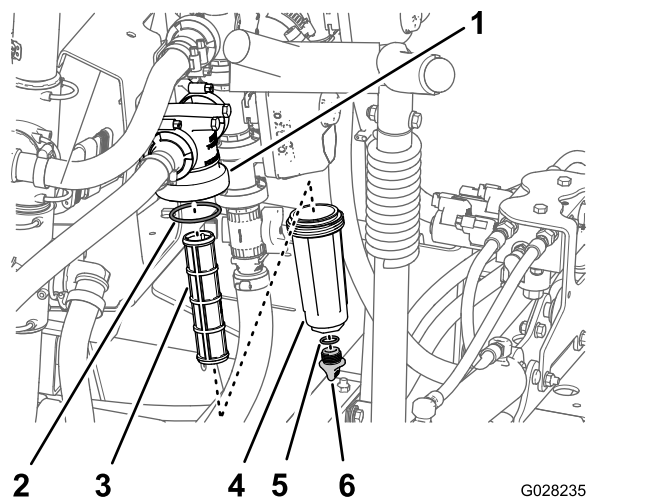

Figura 109
3. Rotiți bușonul de golire în sens invers acelor de ceasornic și îndepărtați-l de la vasul filtrului de presiune (Figura 109).
4. Rotiți vasul în sens invers acelor de ceasornic și îndepărtați-l de la capul filtrului (Figura 109).
5. Îndepărtați elementul de filtrare al vechiului filtru de presiune (Figura 109).
6. Verificați dacă există deteriorări și uzură la nivelul inelului de etanșare pentru bușonul de golire (situat în interiorul vasului) și al inelului de etanșare pentru vas (situat în interiorul capului filtrului) (Figura 109).
7. Montați un nou element de filtrare pentru filtrul de presiune pe capul filtrului (Figura 109).
8. Montați vasul pe capul filtrului și strângeți-l manual (Figura 109).
9. Montați bușonul la vas și strângeți-l manual (Figura 109).
2. Amplasați o tavă de golire sub filtrul de presiune (Figura 109).